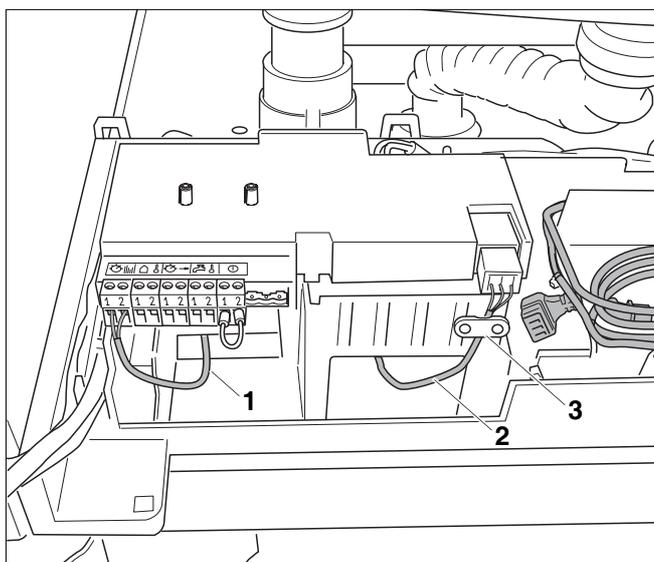

Fig. 25 Sistemazione dei cavi
- Far passare il cavo per il collegamento a bassa tensione attraverso il foro del lato sinistro (fig. 25, **pos. 1**) sotto la morsettiera.
- Applicare il cavo per il collegamento a 230 V attraverso il foro sul lato destro (fig. 25, **pos. 2**) e fissarlo.
- Con l'aiuto dei passacavi (fig. 25, **pos. 3**).